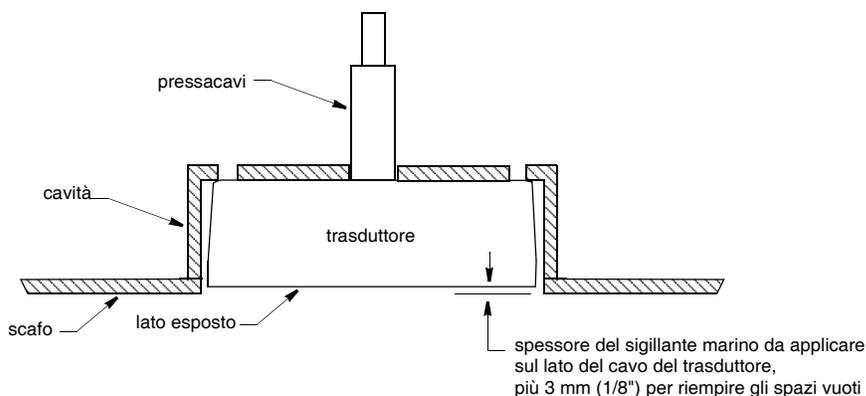

Figura 2. Montaggio a secco
3. Dall'esterno dello scafo, infilate il cavo del trasduttore attraverso il foro nella cavità di montaggio (Figura 2). Spingete il più possibile il trasduttore nella cavità.